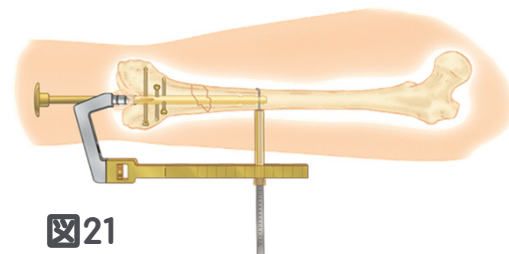

図21
2. ドリルとドリルスリーブ（シルバー）φ4.0mmを取り外し、ダイレクトメジャーゲージ（7163-1189）による計測も出来ます（図21）。